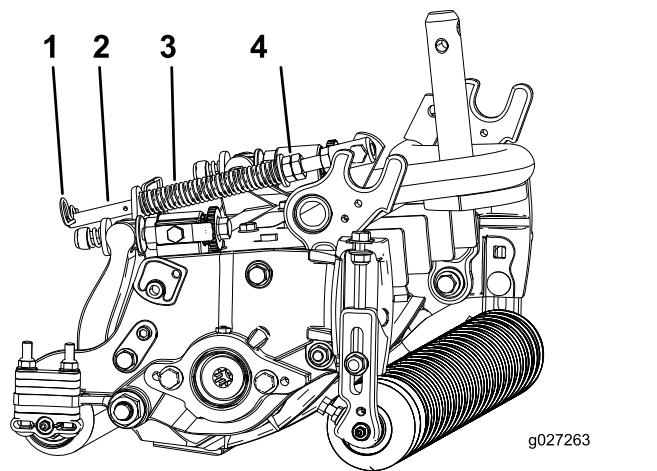

图19
- 确保发卡销安装在弹簧杆的后孔内（图19）。
- 拧紧弹簧杆前端的六角螺母，直至压缩后的弹簧长度为 12.7cm，请参阅（图19）。